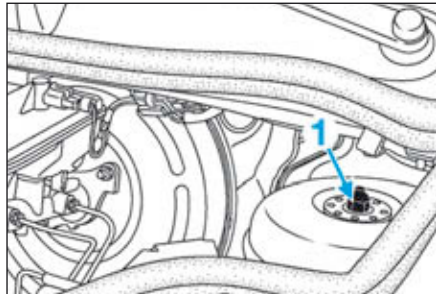

FIG.2
- Déposer la fixation supérieure (1) de l'élément de suspension (Fig.2).